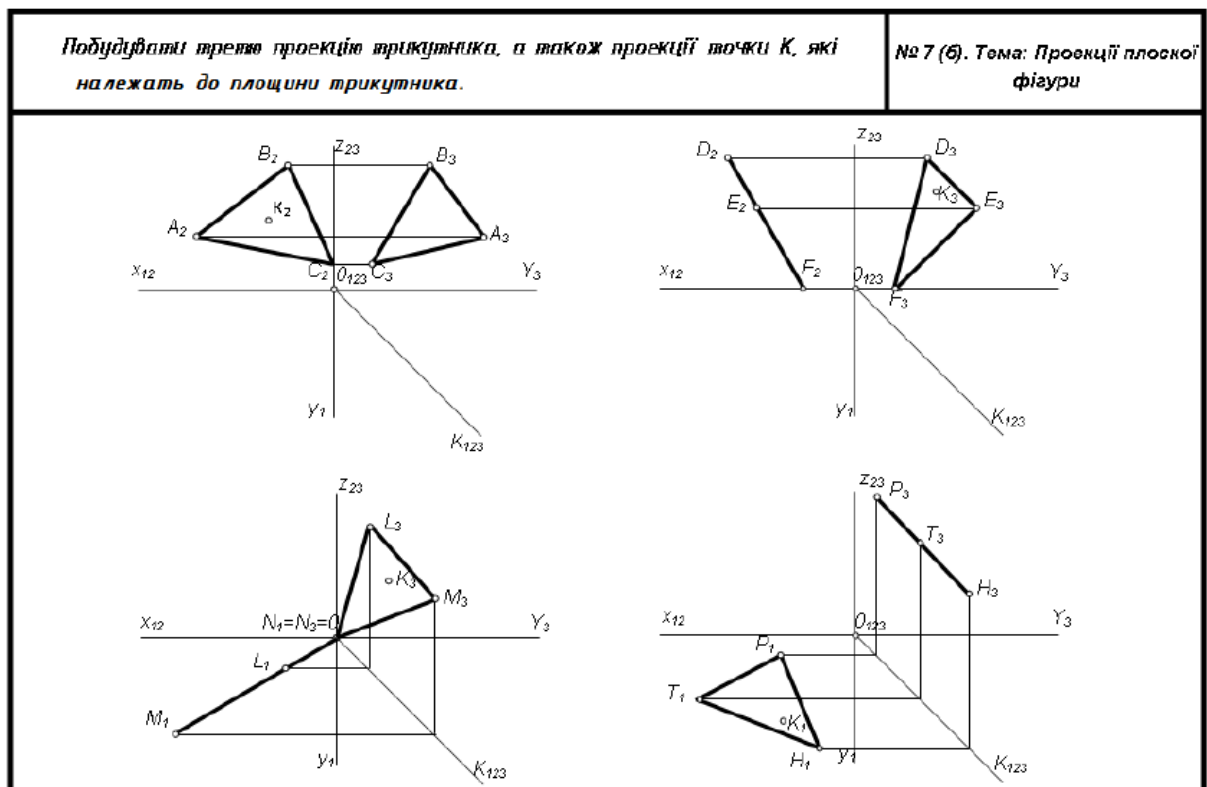

Рис. 7 – завдання № 3а.
1. Добудуємо відсутню проєкцію площини, як розповідалося у попередньому практичному занятті, враховуючи проєкційний зв'язок між проєкціями площин та визначимо їх розташування у просторі.(рис. 7).
3. Для того щоб добудувати відсутні проєкції точки K , які належать заданій площині, через задану її проєкцію проводимо пряму лінію, яка лежить в цій площині (див. рис. 7, пряма 1, 2).